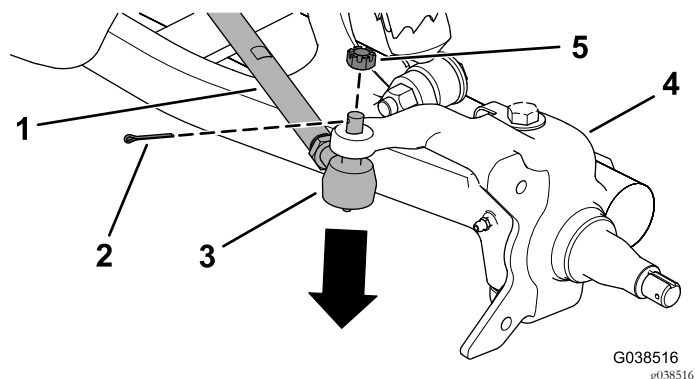

**Bild 7**
- Nehmen Sie die vier Sechskantschrauben ( $5/16" \times 3/4"$ ) und den Drehzylinder von der Nabe ab (Bild 7).
6. Befestigen Sie den Drehzylinder mit vier Sechskantschrauben ( $\frac{5}{16}$ " x  $\frac{3}{4}$ ") an der Nabe, wie in Bild 7 abgebildet.